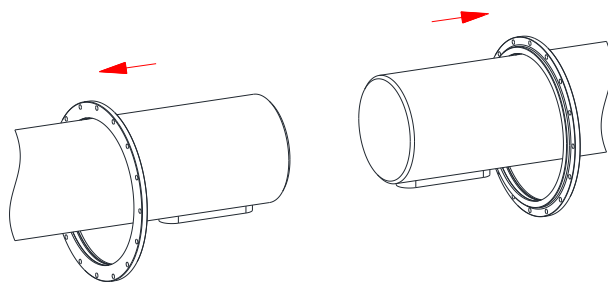

Bild 33
- Lägg på locken (komponent 9) på driv- och kraftuttagssidans axel. Var aktsam så att inte O-ringarna (komponent 8 och 11) skadas (se bild 33).